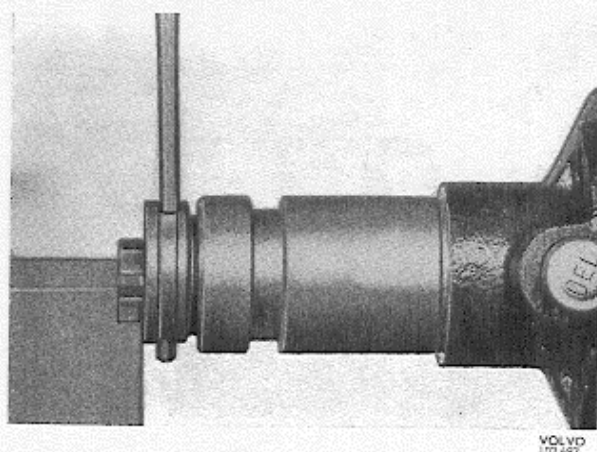

Abb. 100 Ausbau des Mitnehmers
4. Federring entfernen und die Lage des Mitnehmers im Verhältnis zur Verteilerwelle kennzeichnen. Stift (Abb. 100) herausschlagen, Mitnehmer abheben und Verteilerwelle herausziehen.